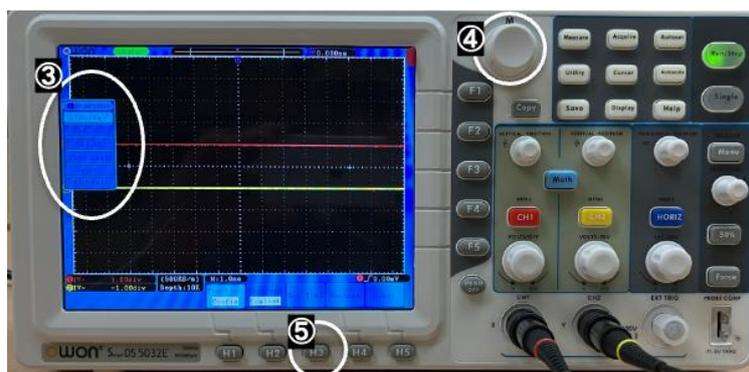

図 3-9. オシロスコープの初期設定(2)
- (2) 図 3-9 のように画面左に③Function メニューが現れるので、④M ダイアルを回し (反時計回りに回すとハイライト表示された項目が下に移動, 時計回りに回すと上に移動), Adjust を選択しなさい。すると、画面下の H1 ボタンが Function[Adjust]となり、⑤H3 が Default ボタンとなる。そこで、⑤H3(Default)ボタンを押すと、カチャッと音がして初期設定され、画面のように赤、黄の 2 本のラインが現れる。現れない場合は再度⑤H3 ボタンを押しなさい。